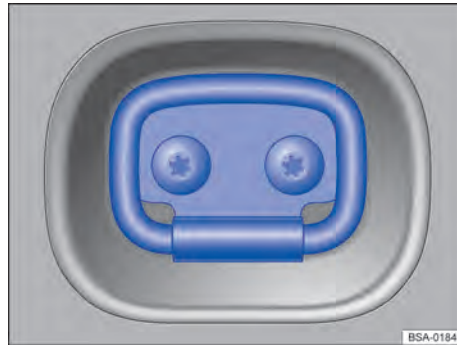

Abb. 158 Im Laderaum: Verzurrösen.
Im Laderaum befinden sich Verzurrösen → Abb. 158 zum Befestigen von losen Gegenständen und Ladung mithilfe von Verzurrleinen, Fixier- oder Spannbändern.
1. Verzurrösen hochklappen → Abb. 158.